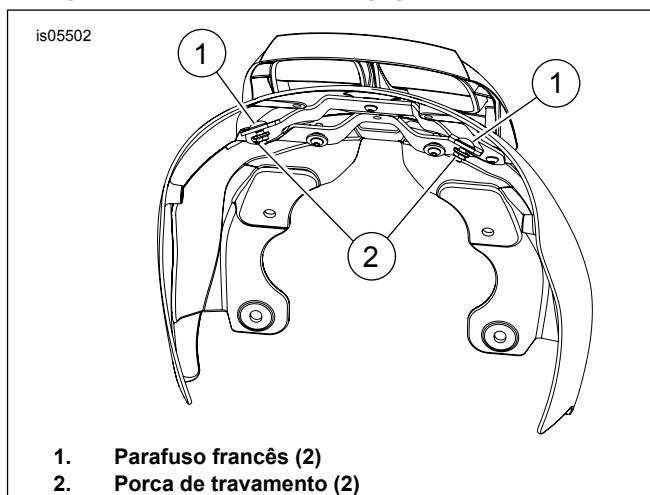
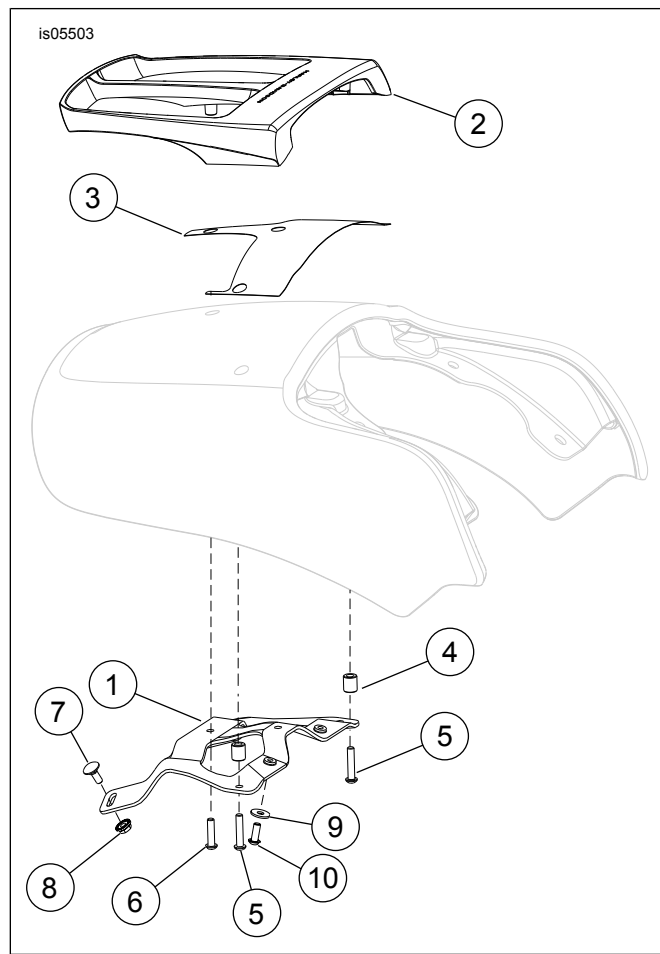

Figura 4. Instalação dos parafusos franceses
Figura 5. Peças de reposição: Bagageiro VRSCF
Veja Figura 5 e Tabela 1.
5. Veja Figura 5. Remova a fita adesiva dos furos e aplique fita protetora (3) na superfície pintada usando os furos feitos para o alinhamento.
7. Veja Figura 5. Insira os espaçadores (4) nos locais do suporte dianteiro do para-lama.
8. Alinhe o suporte do bagageiro (1) com os espaçadores. Instale os parafusos (6) e aperte com os dedos.
9. Instale os dois parafusos (5) nos locais de montagem dianteiros e aperte-os com os dedos.
13. Veja Figura 4. Instale os parafusos franceses (1) através das fendas no suporte do bagageiro e no quadro. Instale a porca flangeada (2) e aperte com os dedos.
14. Veja Figura 5. Instale dois parafusos (10) e arruelas lisas (9) através dos furos no compartimento do assento e nas porcas soldadas do suporte do bagageiro (1). Aperte com os dedos.
17. Veja Figura 5. Aperte as porcas (8) e os parafusos (10) com 7–9 N·m (62–80 in-lbs).